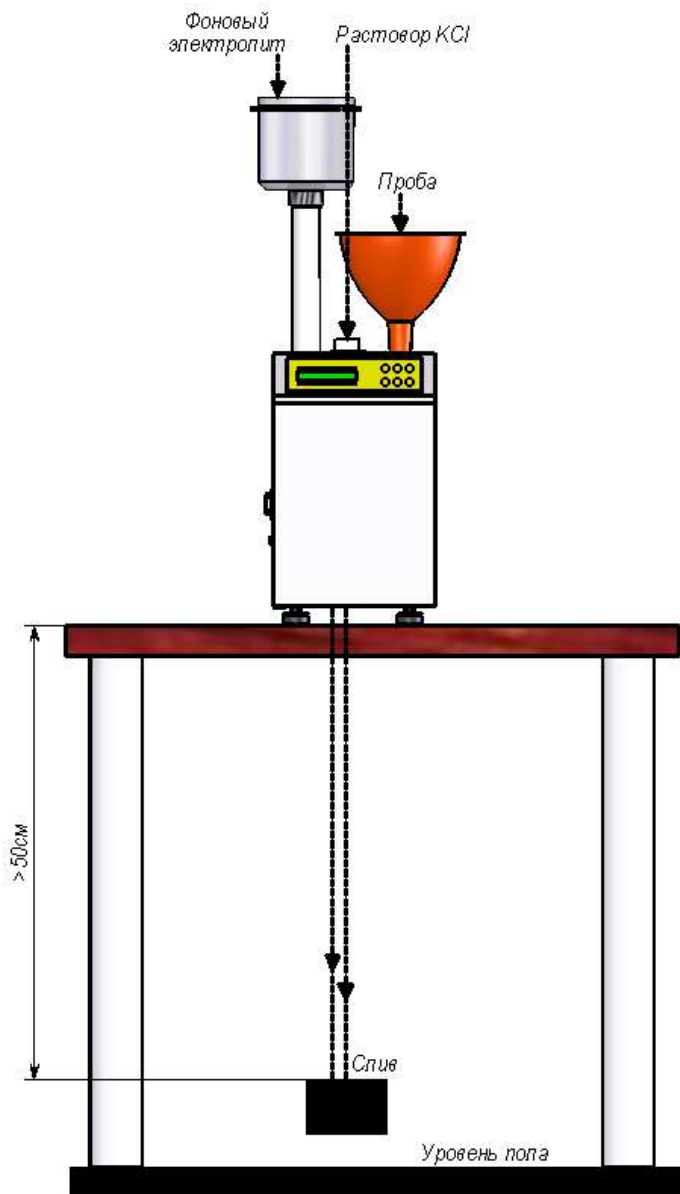

Рисунок 1 – Рекомендуемая схема установки анализатора полуавтоматического исполнения
2.3.1 Извлечь анализатор из упаковки и установить на столе (Рисунок 1). Снять заглушки с гидравлических разъемов «Проба» и «ФЭ».
По мере расходования фонового электролита его необходимо добавлять в емкость "ФЭ" (рисунок 1).
По мере расходования раствора КСl раствор необходимо доливать в отверстие "КСl" (рисунок 1).